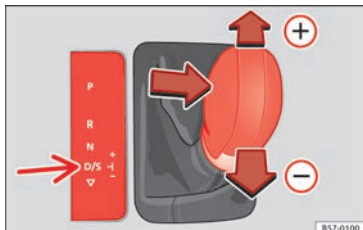

Fig. 169 Console centrale: cambio del rapporto di marcia con tiptronic.
- Tirare la leva selettoria in avanti (+) per inserire una marcia superiore »» **fig. 169**.